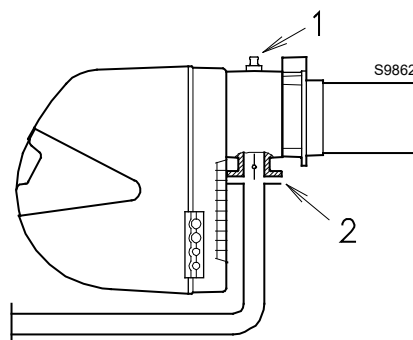

Fig. 18
Pression de gaz mesurée à la prise 1)(Fig. 18), avec :
Perte de charge vanne papillon gaz 2)(Fig. 18) avec ouverture maximale : 90°.
- soustraire de la pression du gaz à la prise 1)(Fig. 18) la pression chambre de combustion.
Pression de gaz à la prise 1)(Fig. 18) = 6,4 mbar
Pour connaître par contre la pression de gaz nécessaire à la prise 1)(Fig. 18), après avoir défini la puissance de modulation maximale à laquelle on désire faire fonctionner le brûleur :
- Lire sur la droite, colonne 1, la pression à la prise 1)(Fig. 18).
Pression nécessaire à la prise 1)(Fig. 18).